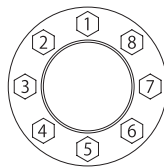

図13 クランプねじ締付け順序
- クランプねじを図13の要領で徐々に時計方向あるいは反時計方向に順に締付けます。対角にはありませんのでご注意ください。クランプねじはトルクレンチを用い、締付けトルク Ms の値まで数回に分け締付けます。このときクランプディスクのすきまWを一定に保つようご注意ください。